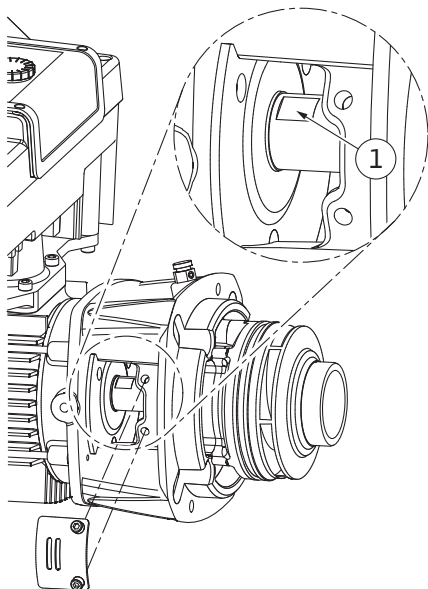

Fig. 106: Plochy klíče na hřídeli
14. Do okna lucerny zasuňte otevřený klíč, (velikost 22 mm) a držte hřídel na plochách klíče (Fig. 106, poz. 1). Vyšroubujte matici oběžného kola (Fig. I, poz. 22). Dojde k automatickému stažení oběžného kola (Fig. I, poz. 21) z hřídele.
3. Do okna lucerny zasuňte otevřený klíč, (velikost 22 mm) a držte hřídel na plochách klíče (Fig. 106, poz. 1).
10. Do okna lucerny (Fig. IV, poz. 38) zasuňte otevřený klíč, (velikost 32 mm) a držte hřídel na plochách klíče (Fig. 106, poz. 1). Namontujte oběžné kolo s podložkou/podložkami a maticí. Matici dotáhněte. Zabraňte poškozením mechanické ucpávky vzpříčením.